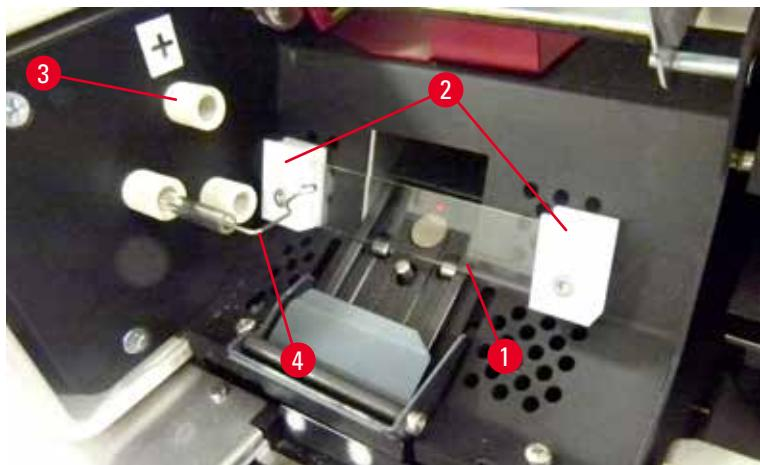

図 20
5. コンタクトスプリング(→ "図 19-2")/(→ "図 20-4")がランプの点火ワイヤ(→ "図 21-1")から外れていることを確認します(→ "図 20")も参照)。